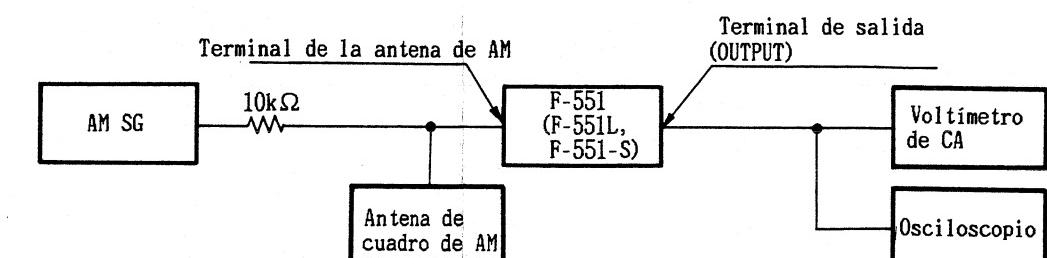

Fig.2-2. Diagramma de conexión de ajuste de AM
- Conecte como es indicado en la Fig.2-2.
- Oprima la tecla AM (LW) para fijar el modo AM (LW).